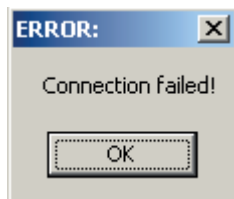

Fig.29 - Errore di collegamento seriale
8)Muovi i cursori per controllare i servo. Se durante il collegamento si dovesse verificare un errore, apparirà la finestra di Fig.29. In questo caso deve essere ristabilito il collegamento ed occorre ripetere i passi da 2 a 6 e ricontrollare l'interfaccia.